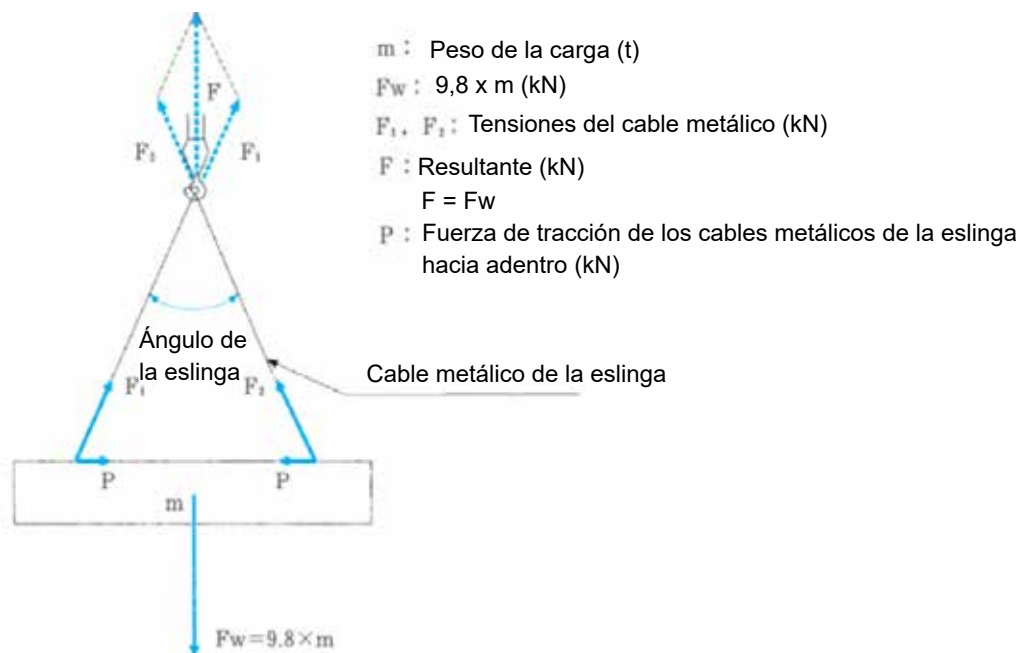

Fig. 2-25 Tensión del cable metálico de la eslinga
Cuando la carga se levanta con dos cables metálicos como se muestra en Fig. 2-25, la fuerza para soportar el peso m de la carga es la fuerza resultante (F) de las tensiones (F_1, F_2), que son cada una mayor que el valor de $F/2$. Para una carga de un peso determinado, las tensiones F_1 y F_2 aumentan cuando se aumenta el ángulo de la eslinga.